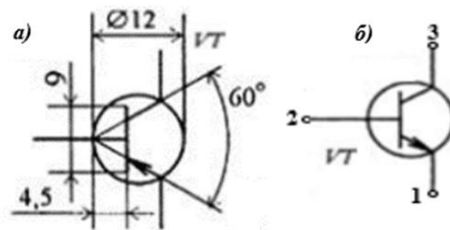

Рис. 10
**Вопрос 17.** Условное обозначение биполярного транзистора приведено на рис. 10а. Определите типы транзисторов на рис. 10а и 10б.
- 1)  $p-n-p$ , рис. 10а;
- 2)  $p-n-p$ , рис. 10б;
- 3)  $n-p-n$ , рис. 10а;
- 4)  $n-p-n$ , рис. 10б.